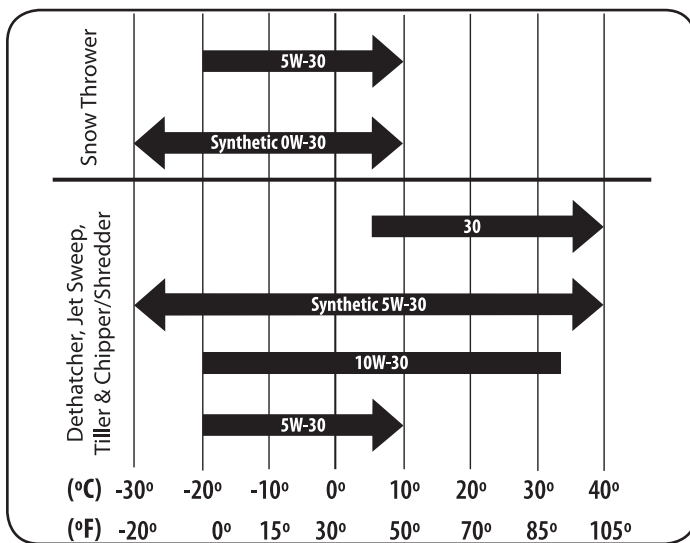

Figura 24
- Consulte la tabla de viscosidad (Figura 24) para las recomendaciones del petróleo. No llene demasiado. Use un 4 tiempos, o un detergente de alta equivalente, de primera calidad el aceite de motor certificado para cumplir o exceder los requisitos de EE.UU. fabricante de automóviles para la clasificación de servicios de un nivel mínimo de SF o SG (calificaciones más altas Nota es aceptable como SJ, SL y los grados SM) . El aceite de motor mostrará esta denominación en el envase.